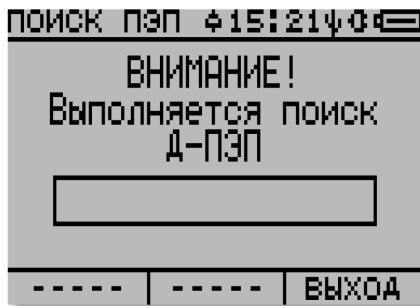
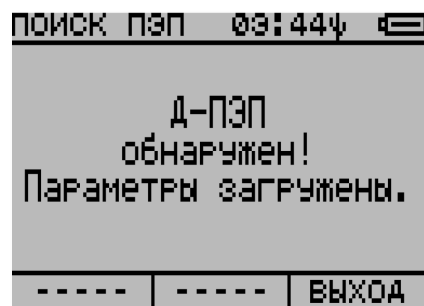

Рисунок 2.9
Рисунок 2.10
2.7.4.2 Вхождению в базу предшествует процедура поиска подключенного к прибору Д-ПЭП и считывание из него данных в память прибора. На экране ЖК-индикатора (рисунок 2.9) в течение процедуры выводится следующее сообщение: **«ВНИМАНИЕ! Выполняется поиск Д-ПЭП»**. Процедура выполняется в течение нескольких секунд. Для удобства визуального восприятия времени выполнения процедуры под надписью выводится полоска-индикатор, которая заполняется за это время. Перед завершением процедуры и входом в базу ПЭП на экран ЖК-индикатора выводятся следующие сообщения: если процедура выполнена успешно: **«Д-ПЭП обнаружен! Параметры загружены»** (рисунок 2.10), если тест не выполнен: **«Д-ПЭП не подключен к прибору!»**.